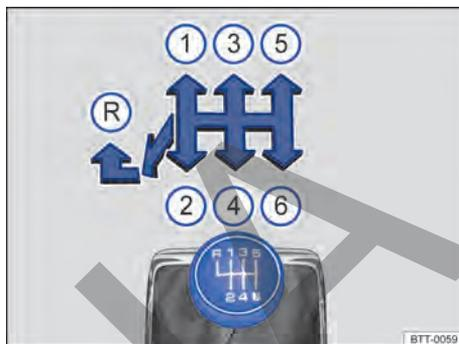

Fig. 106 Esquema de las marchas de un cambio manual de 6 marchas.
- Mueva la palanca de cambios completamente hacia la izquierda y después hacia delante para situarla en la posición de la marcha atrás → fig. 106 (R).